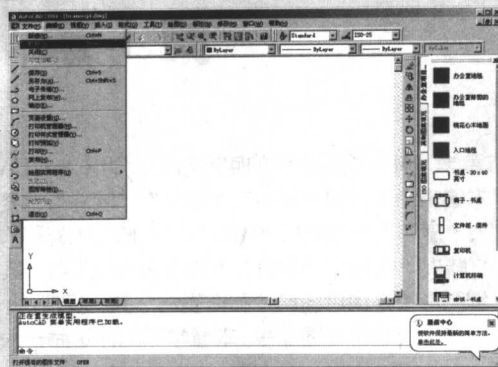
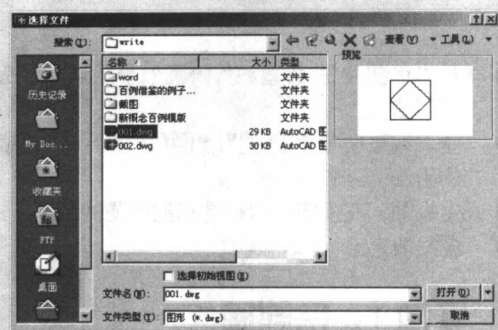

图 1-5 单击“文件”|“打开”
图 1-6 “选择文件”对话框
(2) 打开一幅旧图, 单击“文件”|“打开”命令, 如图 1-5 所示, 打开“选择文件”对话框, 如图 1-6 所示。在对话